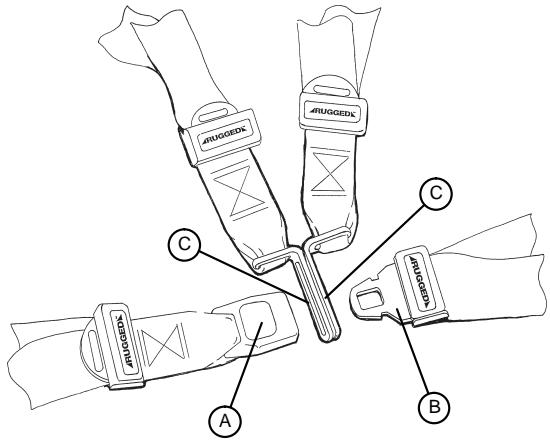

Figure 10 – Boucler les sangles de retenue
Appuyer sur le bouton rouge (A) à l'avant du réceptacle de la boucle pour débloquer la languette de la boucle (B) (Figure 10). Tirer la languette de la boucle hors du réceptacle.
Pousser la languette dans le réceptacle jusqu'à entendre un clic. S'assurer que la languette de la boucle passe à travers les deux maillons (C) lors de la fixation de la sangle de retenue au niveau de la poitrine (Figure 10).